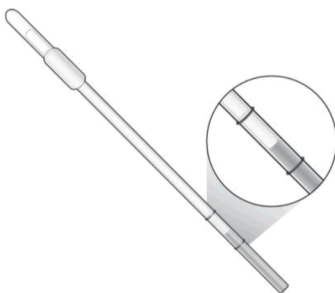

Figure 2. Représentation d'un niveau de tampon d'échantillon (TE) approprié à l'aide de la pipette de transfert jetable (PTJ).
4. Ouvrir le côté gauche de la pochette (étiquette orientée vers vous) contenant la cartouche PIE et en extraire cette dernière. Une fois la pochette ouverte, la cartouche PIE doit être utilisée dans l'heure [(1) heure au maximum].
5. Extraire la PTJ du côté droit de la pochette et l'utiliser pour aspirer le tampon pour échantillon (TE) en pressant sur l'ensemble de la poire. Le niveau de liquide dans le TTE doit être compris entre les deux (2) marques (Figure 2). Si le niveau de liquide n'est pas compris entre les deux (2) marques, décharger complètement le TE dans le TTE et répéter cette étape jusqu'à ce que le niveau de liquide soit compris entre les deux (2) marques comme indiqué dans la **Figure 2**.